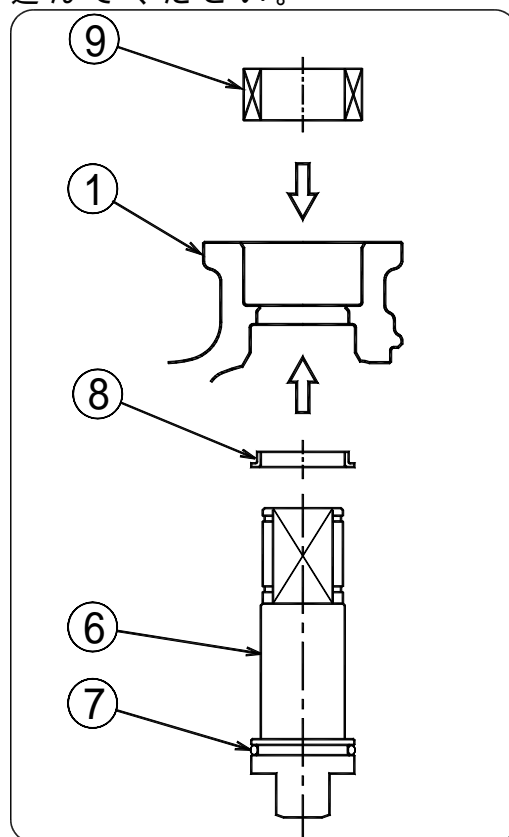

図 1
- 4) 図1を参照して、ステム にOリング , スタムベアリング をそれぞれ装着する。